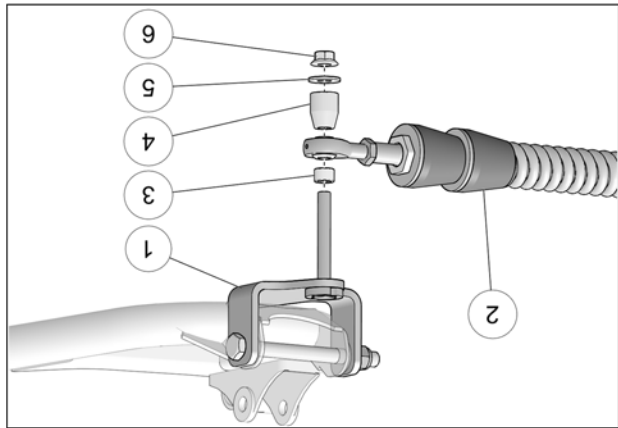

Fig. 12
AVERTISSEMENT: Pour ce véhicule, le bras stabilisateur arrière ne doit pas être assemblé comme l'indiquent le *Manuel de l'utilisateur* ou le document intitulé *Réglages, mais l'espacement long (4) doit être installé obligatoirement* à l'embout à rotule vers le haut. L'espacement court (3) DOIT être installé au-dessus de l'embout à rotule. Voir la Fig. 12
11. Fixer le bras stabilisateur (2) au boulon déjà installé sur l'ancrage de suspension (1) à l'aide de l'espacement court (3), l'espacement long (4), de la rondelle (5) et de l'écrou autobloquant (6). Serrer à un couple de 70 N•m [52 lb•pi]. Voir la Fig. 12